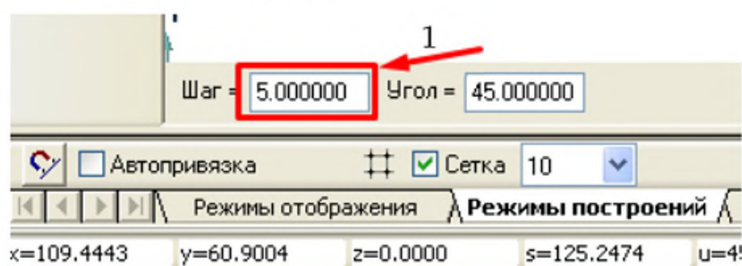

Рис. 3.3
Чтобы задать шаг движения курсора, требуется нажать клавишу **D** на клавиатуре, внизу экрана появится строка ввода значений. В поле **Шаг** нужно ввести новое значение шага курсора (1) и нажать кнопку **OK** или клавишу **Enter** (рис. 3.3).